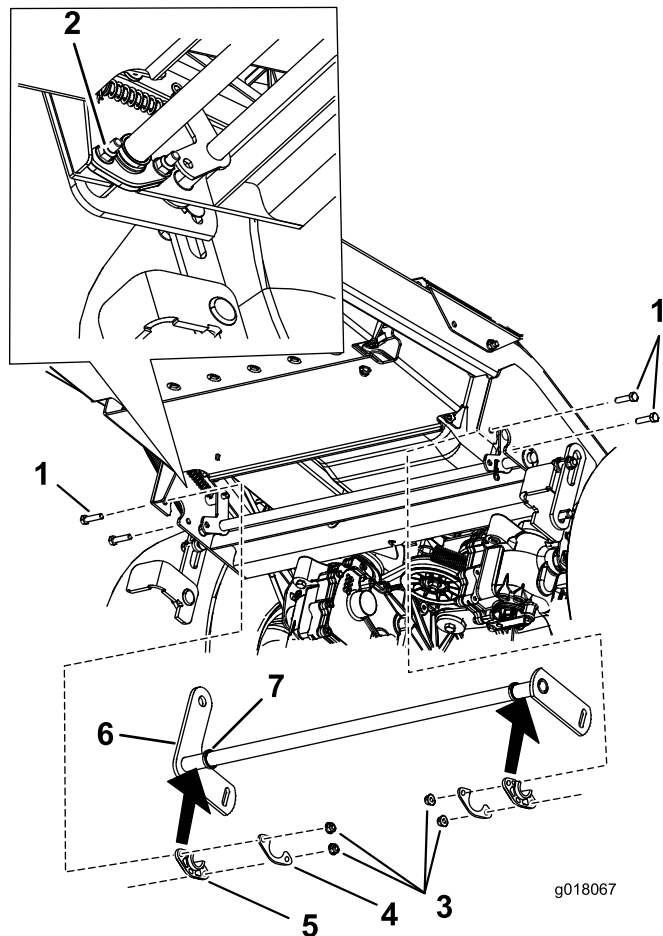

Figura 2
3. Retire as duas porcas e parafusos de cada casquilho da flange existente (Figura 2).